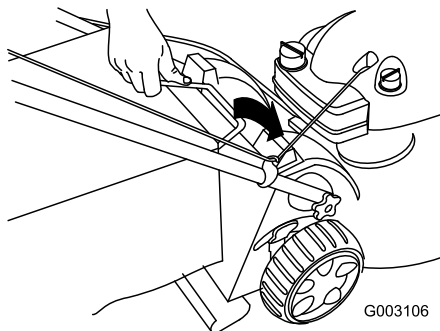

Figure 25
3. Insérez la poignée du bac à herbe dans les rainures en haut de la machine (Figure 25).